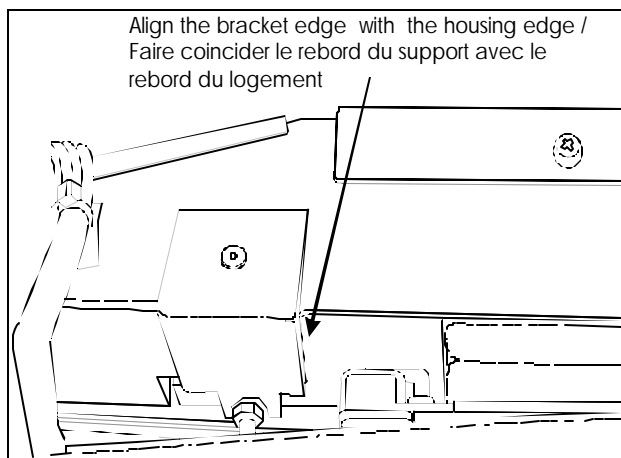

FIGURE 2 : POSITIONNEMENT DES SUPPORTS
1. Positionner les perçages en utilisant les supports #392152. Faire coïncider le rebord du support avec le rebord du logement (figure 2 & 3). Il est important de faire les perçages au bon endroit pour pouvoir passer les vis de serrage.